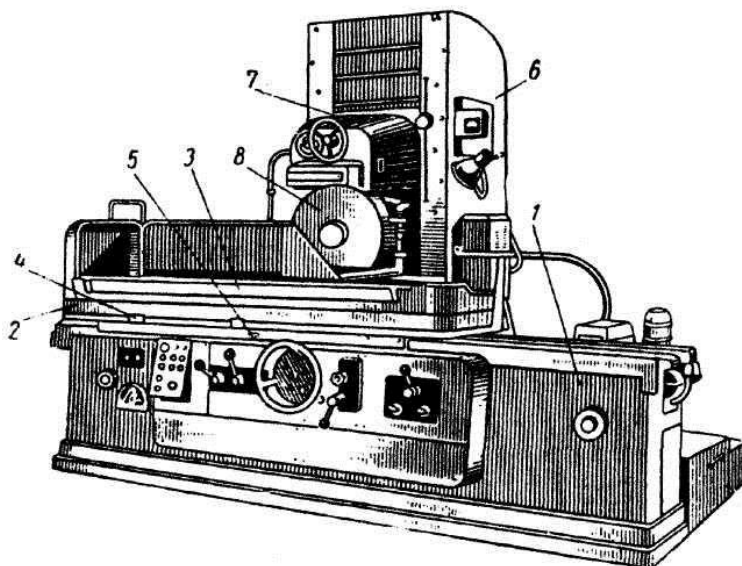

Рисунок 41 - Загальний вигляд плоскошліфувального верстата з горизонтальним шпинделем
2.1 Основні механізми і рухи (рис.41)